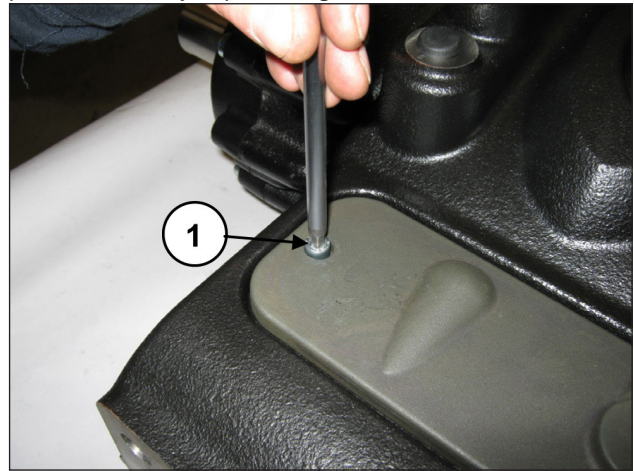

Fig. 173
Remova a tampa de inspeção superior, soltando os dois parafusos de fixação (pos. ①, Fig. 173).